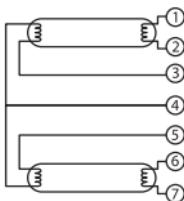

Рисунок 2. Схемы подключения
5.1. Монтаж ЭПРА осуществляется согласно схемам (рисунок 2) в зависимости от модели: